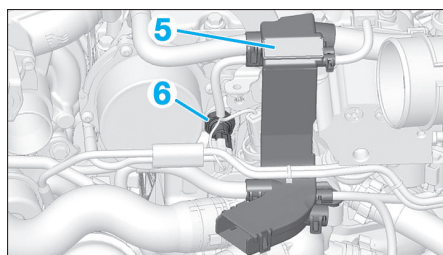

Fig. 64
- Ecarter vers le haut la gouttière (5) du faisceau (Fig.64).
- Débrancher le connecteur du capteur de pression d'huile (6).
- Mettre l'outil [2] accompagné du joint du capteur de pression en lieu et place de ce dernier (Fig.64).